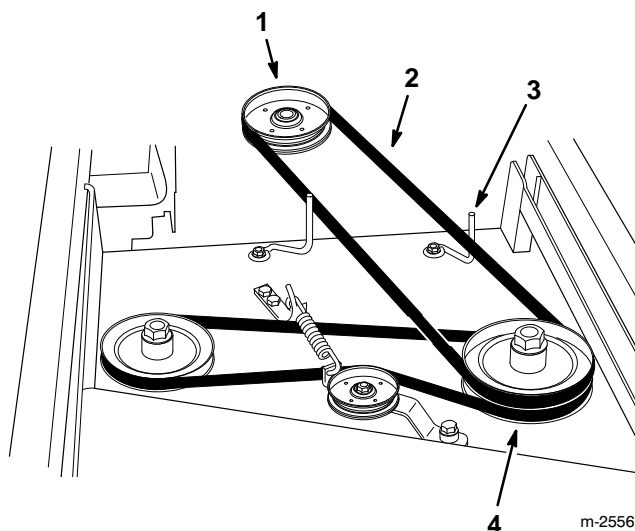

Figure 6
2. Passer la courroie de transmission autour de la poulie de transmission du tracteur et dans la gorge supérieure de la poulie de lame de gauche. La courroie doit passer entre les guide-courroie (Fig. 6).